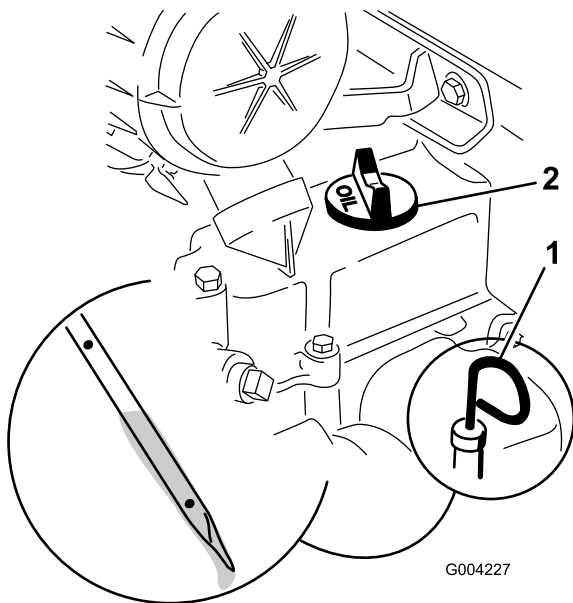

Figura 12
4. Limpie alrededor de la varilla de aceite (Figura 12).
5. Retire la varilla y limpie el extremo metálico (Figura 12).
6. Introduzca la varilla a fondo en el tubo de la varilla (Figura 12).
8. Si el nivel de aceite es bajo (por debajo del orificio inferior), limpie alrededor del tapón de llenado de aceite y retire el tapón (Figura 12).